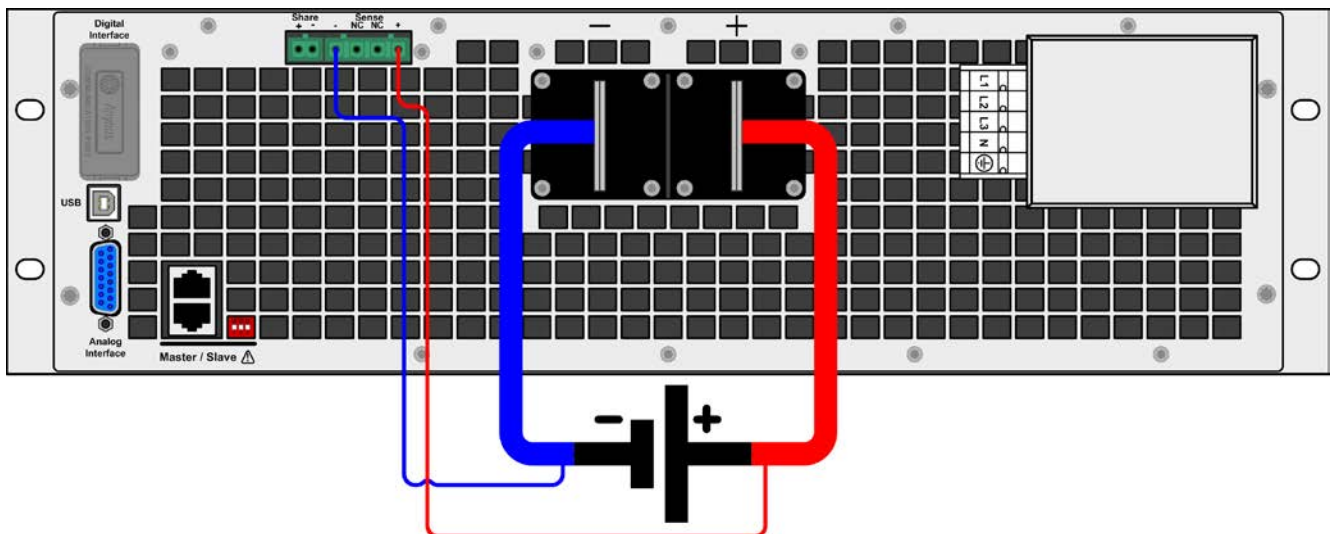

Figure 12 - Exemple de câblage pour la mesure à distance
- *La mesure à distance est uniquement active en tension constante (CV) et pour les autres modes de régulation l'entrée sense doit être déconnectée si possible, car elle cause généralement une augmentation des oscillations.*
- *Le câble + sense doit être relié au + de la source et - sense au - de la source, sinon l'entrée Sense peut être endommagée. Par exemple voir Figure 12 ci-dessous.*